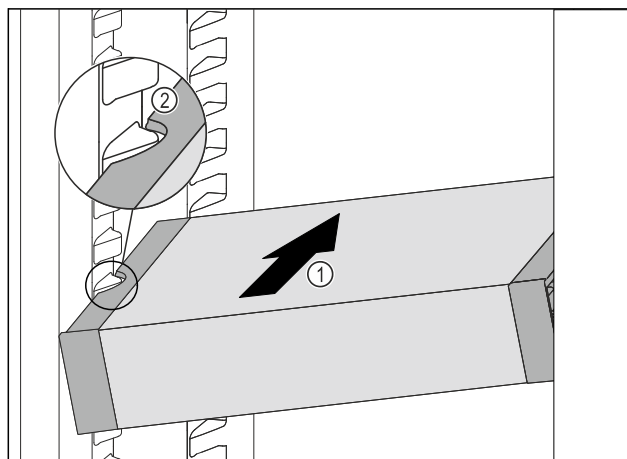

Fig. 161
- Inserire VarioSafe ad angolo nel vano frigorifero Fig. 161 (1), fino a quando le cavità laterali Fig. 161 (2) di VarioSafe non si trovano al livello della nervatura del contenitore nel vano frigorifero.